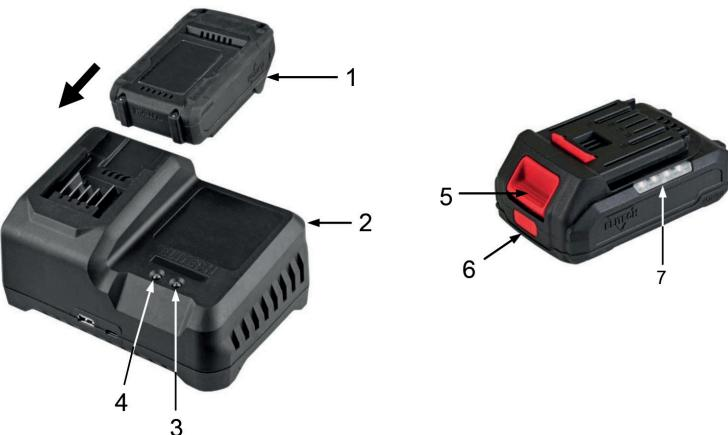

Рис. 12
- Подключите зарядное устройство 2 (рис. 12) к электросети 230В/50Гц. Зеленый световой индикатор 4 (рис. 12) загориться.
- Извлеките аккумулятор из инструмента, нажав на кнопку разблокировки аккумулятора 5 (рис. 12) и потянув аккумулятор из инструмента.
- Загорится красный световой индикатор 3 (рис. 12), указывая на то, что аккумуляторная батарея в процессе зарядки.
- После завершения зарядки красный индикатор погаснет и загорится зеленый индикатор 4 (рис. 12).
- Извлеките аккумуляторную батарею из устройства, нажав на кнопку разблокировки аккумуляторной батареи 5 (рис. 12) и потянув аккумулятор из устройства.
Нажмите на кнопку проверки заряда аккумуляторной батареи 6 (рис. 12), расположенную на корпусе аккумуляторной батареи. Светодиодные индикаторы 7 (рис. 12) укажут уровень заряда аккумуляторной батареи.